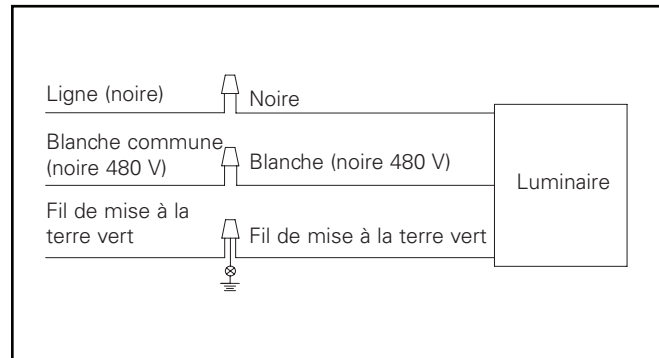

Figure 3.
4. Effectuer les branchements des fils à l'intérieur du bras de fixation. Consulter le schéma de câblage pour les connexions d'alimentation (Figure 3). Connecter les fils d'alimentation aux fils de sortie appropriés du luminaire: